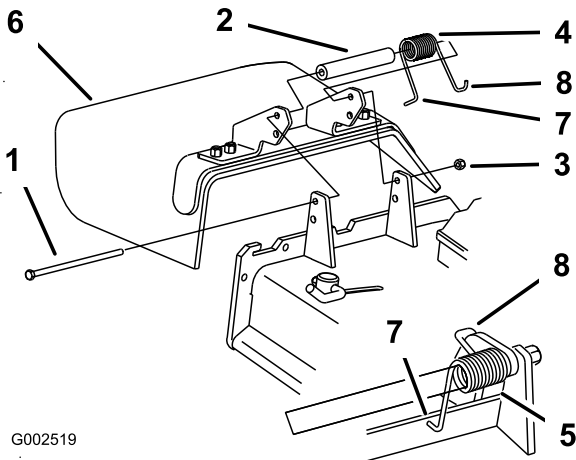

Figure 12
1. Déposez la goulotte d'éjection latérale du tablier de coupe (Figure 12).